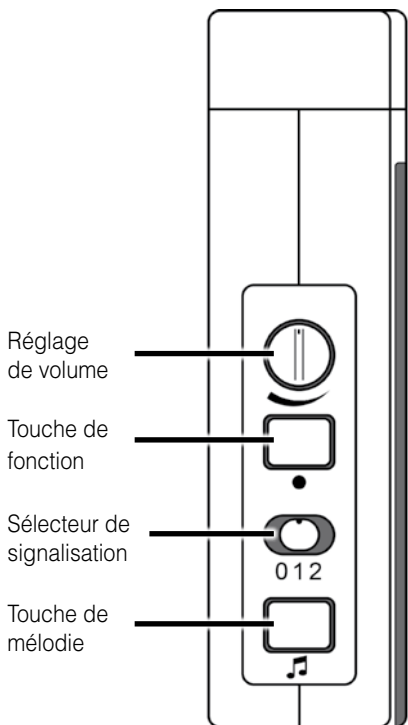

Figure 2 : Réglage et touches
À l'aide de l'interrupteur coulissant de sélection du signal (fig. 2 « 0 1 2 »), vous pouvez choisir le type de signalisation. Veuillez noter que les symboles sont toujours éclairés par des diodes électroluminescentes de couleur.
- Appuyez longuement sur la touche »●« (fig. 2). Les symboles s'allument les uns après les autres. Relâchez la touche dès que le symbole souhaité s'allume.